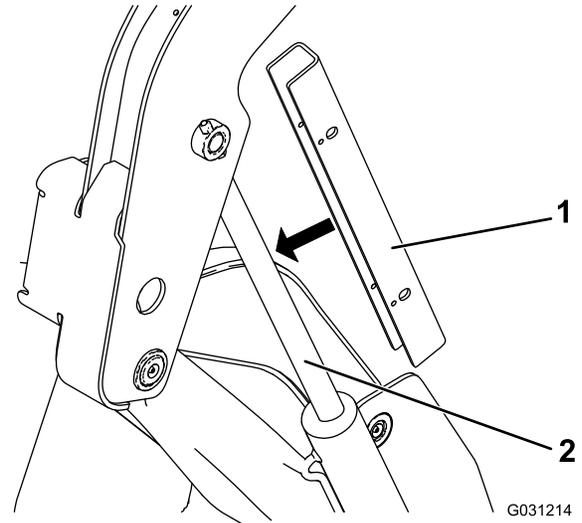

Bild 38
5. Schieben Sie das Zylinderschloss auf die Hubzylinderstange (Bild 38).